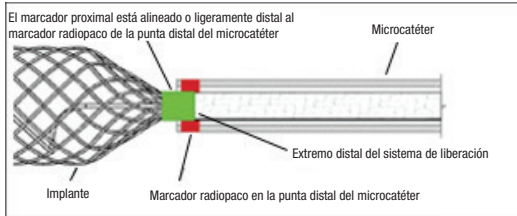

Figura 6. Posición de las bandas marcadoras para el desacoplamiento
24. Bajo orientación fluoroscópica, haga avanzar lentamente el implante fuera de la punta del catéter. Siga haciendo avanzar el implante hasta el lugar deseado, hasta que el marcador radiopaco proximal del implante quede alineado o ligeramente distal al marcador radiopaco de la punta distal del catéter, colocando la zona de desacoplamiento justo fuera de la punta del catéter. Consulte la figura 6. Reposicione en caso necesario. Si el tamaño del implante no es adecuado, retírelo y sustitúyalo por otro dispositivo. Si observa algún movimiento no deseado del implante bajo fluoroscopia después de la colocación y antes del desacoplamiento, saque el implante y sustitúyalo por otro de tamaño más adecuado. El movimiento del implante puede indicar que este podría moverse una vez desacoplado. **NO** gire el sistema de liberación durante